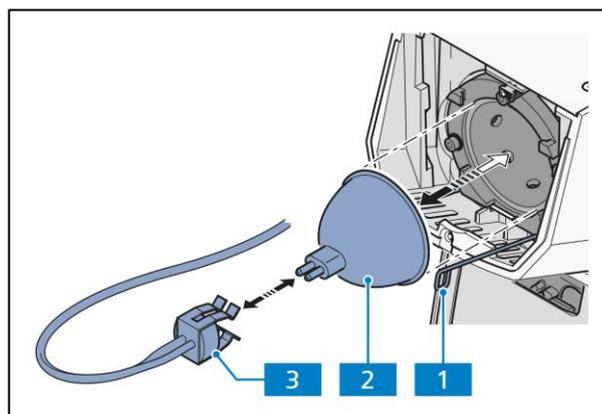

Abb. 3-21 Halogenlampe wechseln
- Lampenstecker (Abb. 3-21/3) von der Halogenlampe (Abb. 3-21/2) abziehen.
- An den Schlaufen (Abb. 3-21/1) den Klemmbügel der Lampenhalterung beidseitig zusammen drücken und nach unten kippen.
- Bei Lampenwechsel das alte Leuchtmittel (Abb. 3-21/2) herausnehmen.
- Die Klemmbügel (Abb. 3-21/1) an beiden Seiten der Lampenhalterung beidseitig zusammen drücken und nach oben schieben, bis die Klemmbügel auf der Halogenlampe aufliegen. Druck dann soweit wegnehmen, dass sich der Klemmbügel öffnet und beidseitig hinter den Halteelementen einrastet.
- Korrekten Sitz der Halogenlampe prüfen und Lampenstecker (Abb. 3-21/3) auf die Stifte des Leuchtmittels aufstecken. Dabei nicht verkanten, damit die Stifte nicht verbogen werden.